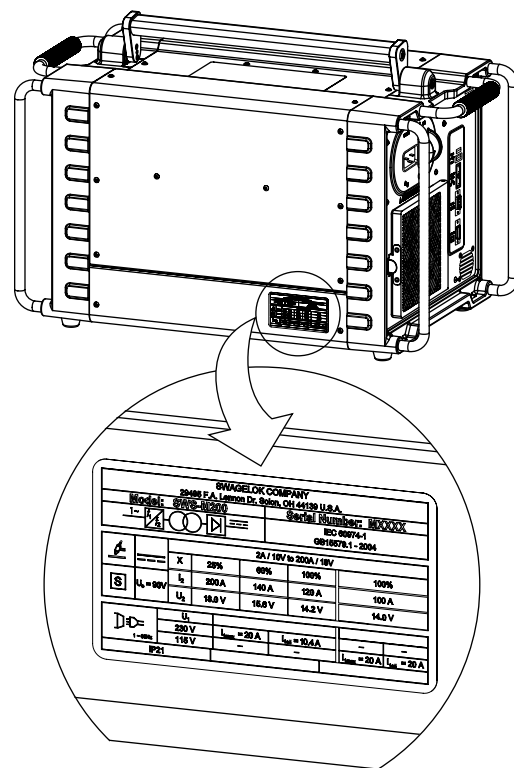

Fig. 5—Étiquette de l'unité d'alimentation M200
3. Relevez les numéros de modèle et de série (Fig. 5) ainsi que la date de livraison indiqués sur l'étiquette à l'arrière de l'unité d'alimentation M200, puis inscrivez-les sur le formulaire d'informations relatives à la garantie et le formulaire d'enregistrement, page 17. Renvoyez le formulaire d'informations relatives à la garantie à votre distributeur Swagelok agréé afin que la garantie entre en vigueur.
Veillez prendre quelques minutes pour fournir les informations demandées ci-dessous. Les numéros de modèle et de série sont indiqués sur l'étiquette à l'arrière de l'unité d'alimentation M200 (Fig. 5).